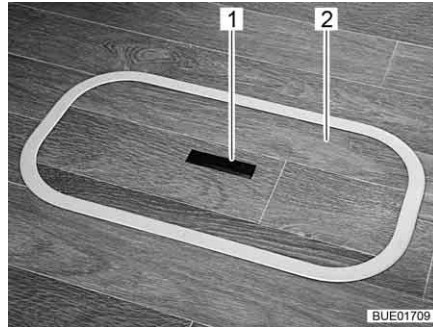
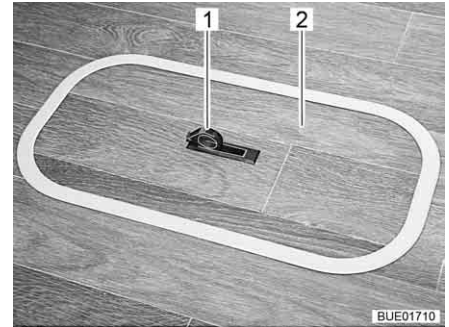

Fig. 54 Cubierta del compartimiento del fondo (tirador hundido)
Fig. 55 Cubierta del compartimiento del fondo (tirador girado hacia fuera)
- Presionar hacia abajo un lado de la placa de agarre (Fig. 54,1). El tirador (Fig. 55,1) girará hacia arriba.
- Quitar la cubierta (Fig. 54,2 ó bien Fig. 55,2) hacia arriba.